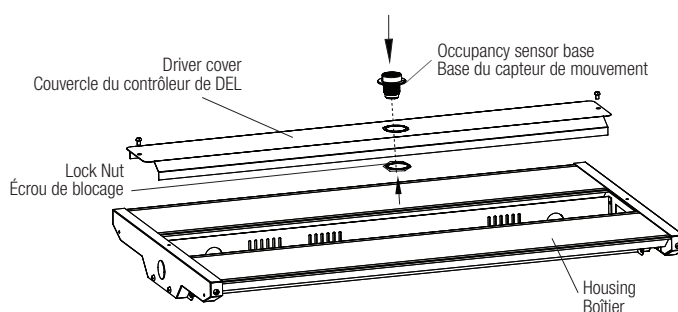

Figure 11
3. Install the occupancy sensor base on the driver cover by using the provided lock nut (Fig. 11).
3. Installer la base du capteur de mouvement sur le couvercle du contrôleur de DEL en utilisant l'écrou de blocage fourni (Fig. 11).